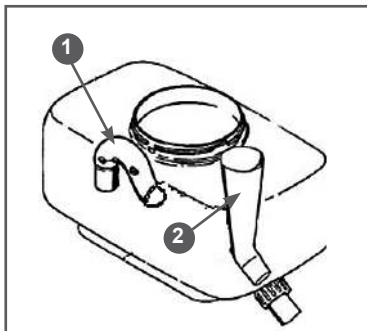

Рис. 13 Установка воздушной трубки и воронки в баке
- 2 (Рис. 13) в бак для химикатов. Воронка должна быть установлена в баке для лучшего распространения распыляемых веществ. Снимите воронку перед заполнением бака гранулированными смесями. Затем установите воронку в бак.